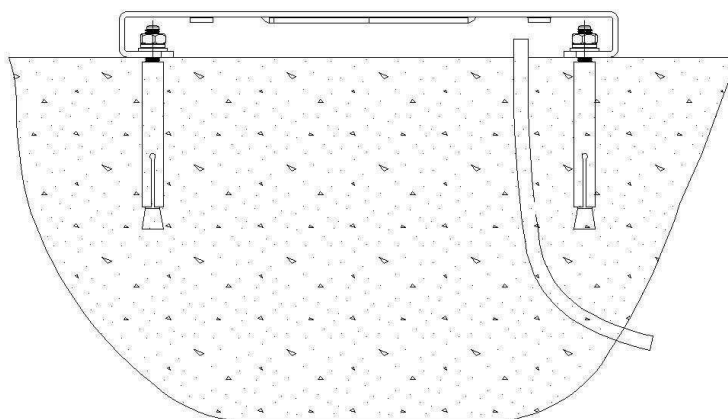

Figure 9
- Placez la plaque de montage et préfixez-la, serrez les écrous en veillant à ajouter des rondelles élastiques et plates (voir figure 9).